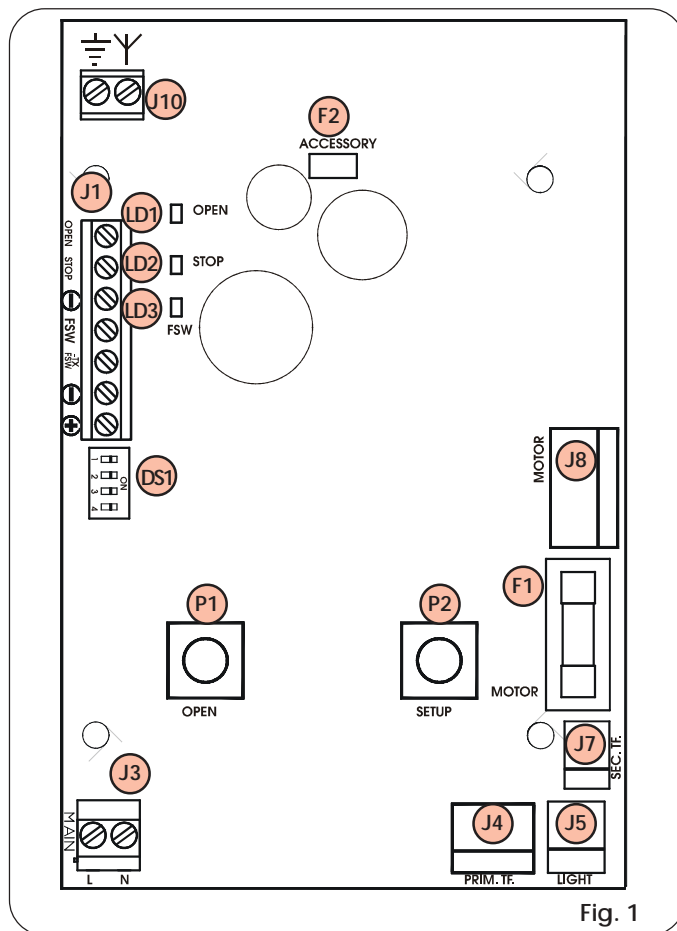

Fig. 1
De elektronische apparatuur 531R (Fig. 1), die wordt geïnstalleerd op de aandrijvingen 531R en 531K, heeft een geïntegreerde ontvanger (433 Mhz) waarmee het automatische systeem met afstandsbediening kan worden geopend en gesloten, en vereist geen externe radio-ontvangers.
- 1) Het leren van de afstandsbedieningen gebeurt door schakelaar nr. 3 van de dip-switches voor programmering DS1 op de stand ON (Fig. 1) te zetten.